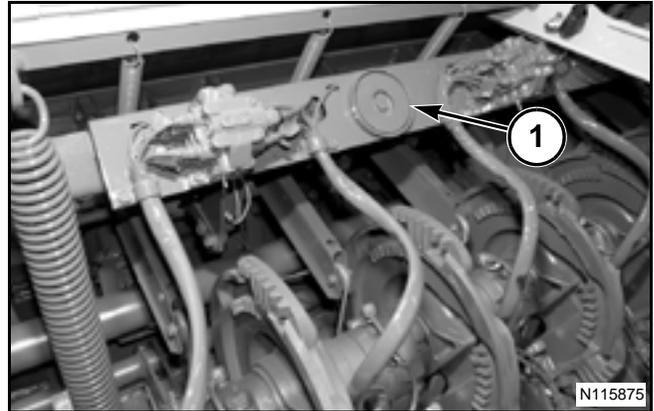

FIG. 50
FIG. 50: Use el imán (1) en la parte superior de los anudadores para agarrar partes pequeñas como la horquilla o pasador de horquilla, mientras trabaja en los anudadores.